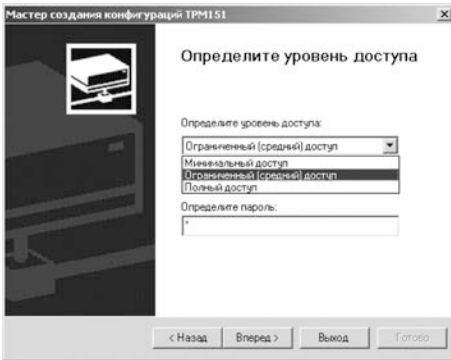

Рисунок 8.2
**Если модификация успешно считана**, на экране появится окно с приглашением выбрать уровень доступа (см. рисунок 8.2).
Выбирается модификация прибора («Модификация № 3»). Нажимается кнопка [Вперед] – открывается окно с приглашением выбрать уровень доступа (рисунок 8.2).